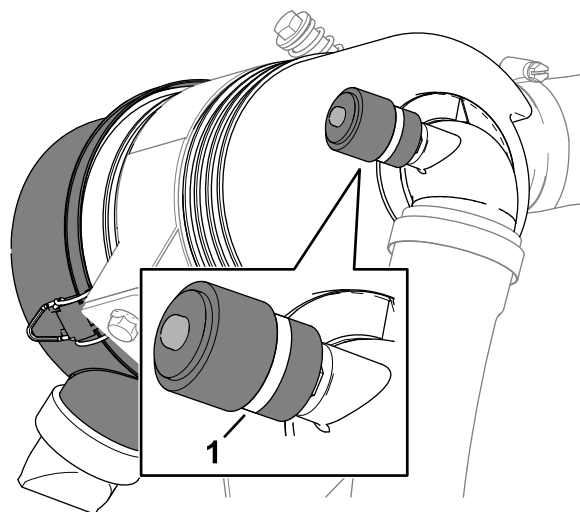

Figura 72
3. Verifique o indicador de manutenção na extremidade da carcaça do filtro de ar (Figura 72).